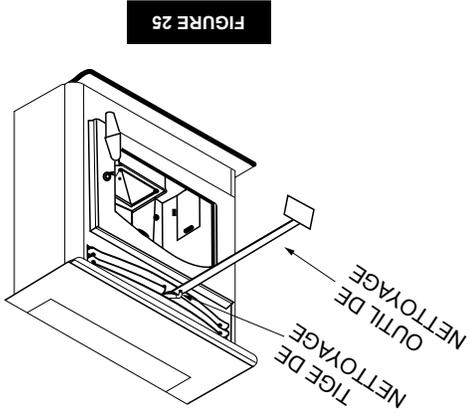

FIGURE 25
a. Tubes d'échangeur thermique – Votre poêle US Stove est conçu avec un nettoyeur intégré de tubes d'échangeur. Il doit être utilisé tous les deux ou trois jours afin d'éliminer la cendre accumulée sur les tubes, qui réduit le transfert thermique de votre poêle 5040. Insérez l'extrémité de poignée (avec trou) de l'outil de nettoyage sur la tige de nettoyage (Réfêrez-vous à la figure 25). Cette tige de nettoyeur est située dans la grille au-dessus de la porte du poêle. Déplacez la tige de nettoyeur d'avant en arrière plusieurs fois afin de nettoyer les tubes d'échangeur thermique. Quand c'est terminé assurez-vous de laisser le nettoyeur de tubes à l'arrière du poêle.
- Nettoyez les tubes d'échangeur thermique. (Voyez à "NETTOYAGE" et à la figure 25).